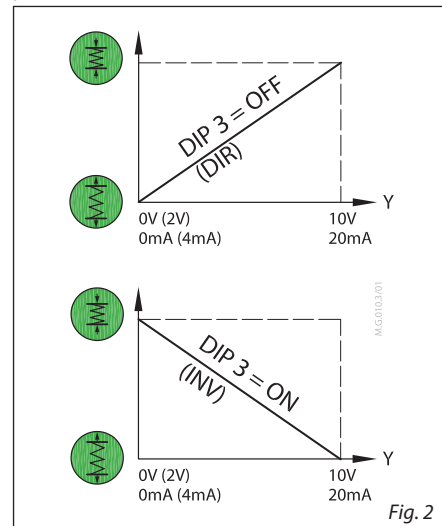

Fig. 2
**Selettore azionamento diretto o inverso (Fig. 2):**